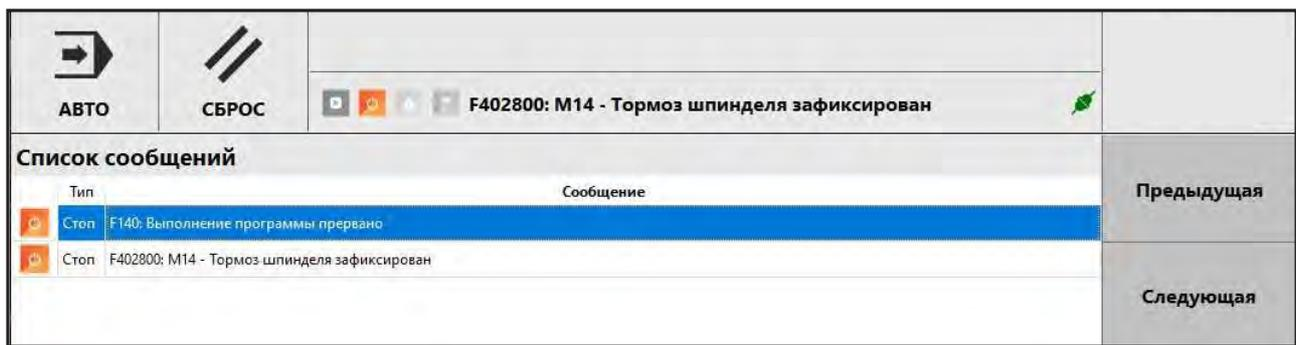

Рис. 2.5. Динамическое сообщение при невозможности выполнить M-код
- невозможность выполнить M-код, как, например, код M14 (запуск главного шпинделя против часовой стрелки с ожиданием разгона) не может быть выполнен, так как тормоз шпинделя зафиксирован (рис. 2.5).